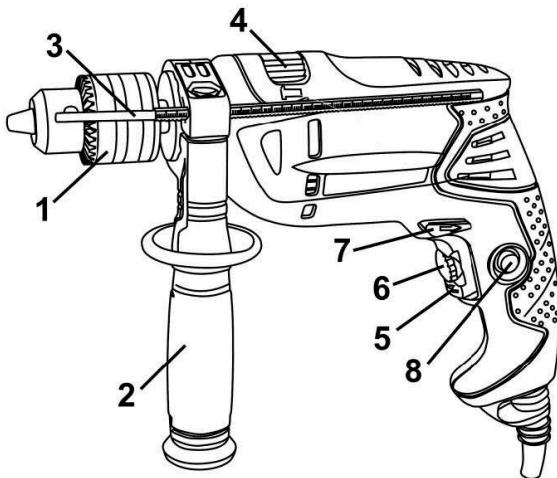

Рисунок 1
2.3.1 Виріб має два режими роботи: ударно-обертальний і обертальний. Перемикання режимів роботи виробу здійснюється переведенням перемикача (4) (див. рис.1) з одного крайнього положення в інше в сторону відповідного символу режиму роботи:
- ударно-обертальний режим - перемикач (4) повинен бути переведеним до упору убік символу ;
- обертальний режим - перемикач (4) повинен бути переведеним до упору убік символу .
4.2 Виберіть необхідний режим роботи виробу за допомогою перемикача (4) (див. рисунок 1). Перемикання режимів роботи виробу здійснюється переведенням перемикача (4) (див. мал.1) з одного крайнього положення в інше в сторону відповідного символу режиму роботи:
- ударно-обертальний режим - перемикач (4) повинен бути переведеним до упору убік символу **T**;
- обертальний режим - перемикач (4) повинен бути переведеним до упору убік символу **2**.